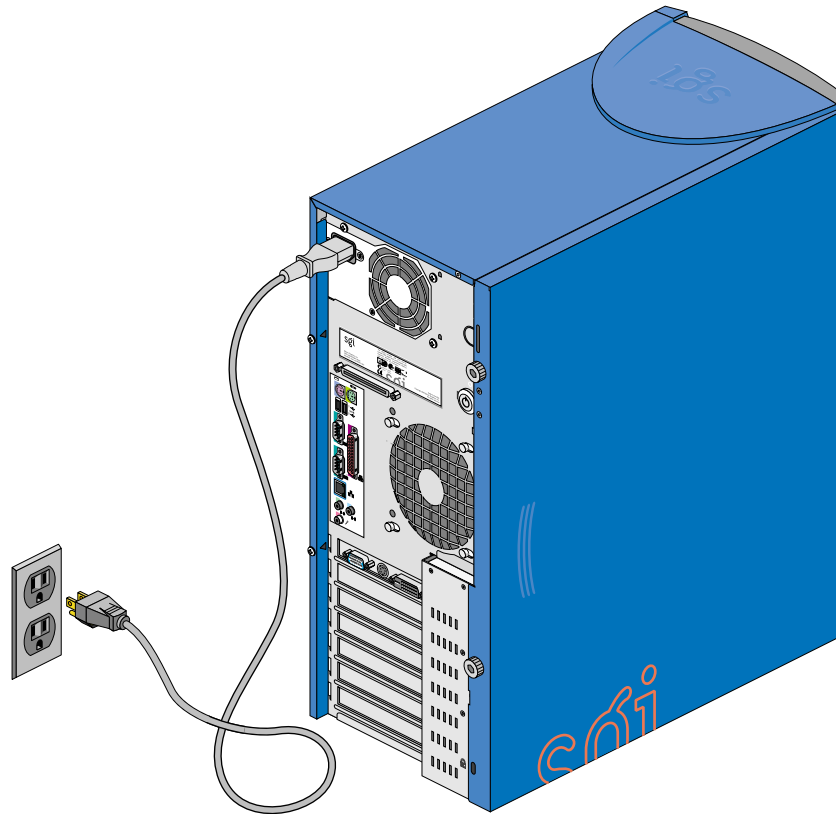

Figura 1-6 Conexión del cable de alimentación de CA
1. Conecte el cable de CA al sistema como muestra la Figura 1-6.